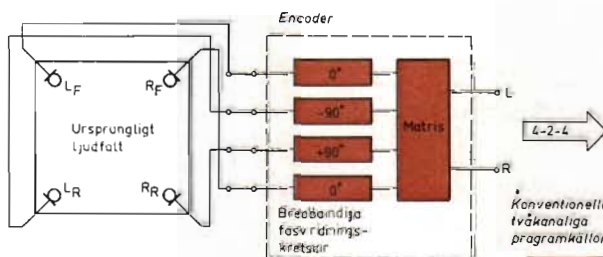

Fig 1. Blockschema över encodern till QS-systemet från Sansui Electric.
Fig 1. Experimenten hos Semicon ledde bl a till en FM-tuner med fastlåst 1:a oscillator. Principen är ytterst enkel (ingen MF eller detektor erfordras) och ger goda data, i synnerhet för distorsionen, men problem med främst skärningen gjorde att man t v släppte idén.
de helt enkelt oscillatorn på samma frekvens som den mottagna FM-signalen och blandade ner direkt till en LF-signal, som fördes tillbaka till oscillatorn och fick styra denna. Detta är den enklaste formen av faslåsning (principen visas i fig 1) och resulterade i en utsignal med ytterst låg distorsion — inget detektortillskott — i en elektriskt sett mycket enkel mottagare. Metoden är dock inte helt problemfri; minst fyra HF-steg bestyckade med FET ansågs erforderliga, samtidigt som problem med skärmningen uppstod.
► Fig 1 visar blockschemat över QS-systemets matrisering. Det uppfyller båda nämnda förfarandens krav. Blockschemat visar här bara encoderdelens principiella funktion; decodern har utförligt belysts i tidigare avsnitt. — Som känt extraherar decodern eller syntetisatorn indirekta akustiska komponenter från gängse, 2-kanaligt material och skapar då illusionen av
■ ■ Som vi sett av föregående avsnitt i den här serien kring 4-kanalljudet existerar det fyra grundläggande varianter av sk codingsystem eller inkodningsförfaranden för flerkanalljud. Dessa fyra typer visas i fig 1. Fig framställer de elementära matriseringsmetoderna och graveringssätten för skivor av "kodad" typ. I princip täcker framställningen i fig samtliga "stora" system av japanskt eller amerikanskt ursprung — Scheiber, Electro-Voice/Feldman, Dave Haflers Dynaco-varianter, J.O.K.E. (Japan) och Benjamin B Bauers SQ-system, utvecklat av CBS Laboratories och tillverkat samt marknadsfört i samarbete med Sony Corporation.
Fig 1. Till dato har utbildats ett antal grundläggande metoder och förfaranden för matrisering och gravering av kodade skivor för 4-kanalverkan; här återges i fig a—d de bestämmande vinkelvärdena. FC betyder alltså främre mittljudbild (Front Center) och RC, Rear Center, är den bakre motsvarigheten. Se texten.
Om vi tar ekvationerna i fig 1 som exempel (a—d), kan vi förenkla saken genom att, som skett, vektorvinkeln θ_1 och θ_2 fått identiska värden — men givetvis kan såväl θ_1 som θ_2 vara oberoende av varandra som storheter och anta godtyckligt värde; sålunda har E—V-decodern skilda θ_1 — θ_2 -vinkelvärden.
Med fig 1 som exempel (b-fallet) kommer grupperingen för encoderns ut signaler att bli
Ekvation 2 påvisar, att leden vänster—höger baktill befinner sig helt i motfas. Detta innebär, att en ljudkälla grupperad till bakledet i klangbilden som formas av ett 4-kanaligt programmaterial skulle ljuda mycket onaturlig och oren p g a avsaknaden av definierade riktningsegenskaper och lokalisering, också om själva inkodningen eller registreringen vore riktigt utförd. På samma sätt kan det påvisas, att likartade fenomen uppträder i de övriga slagen av matrisering enligt fig 1 i samma grad.